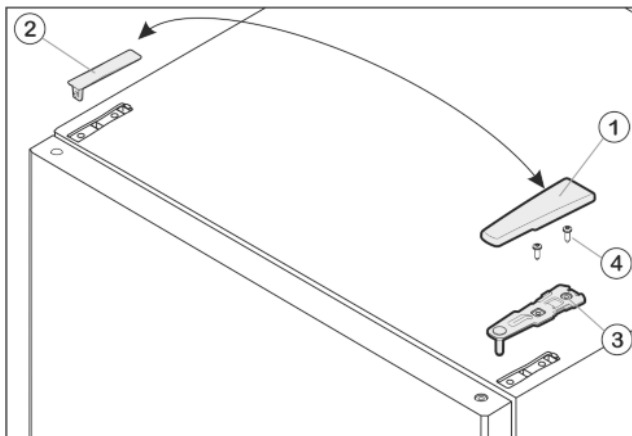

Fig. 8
- ▶ Estrarre la copertura Fig. 8 (1) tirandola in avanti e verso l'alto.
- ▶ Staccare la copertura Fig. 8 (2).
- ▶ Svitare il blocco di supporto superiore Fig. 8 (3) (2 x Torx® 25) Fig. 8 (4) ed estrarre tirando verso l'alto.
- ▶ Inserire il blocco di supporto superiore Fig. 8 (3) sul nuovo lato della cerniera nella porta.
- ▶ Serrare il blocco di supporto superiore **fermamente a 4 Nm** (2 x Torx® 25) Fig. 8 (4). Eventualmente praticare fori a vite o utilizzare un avvitatore a batteria.
- ▶ Innestare la copertura Fig. 8 (1) e la copertura Fig. 8 (2) rispettivamente sul lato opposto dall'esterno e innestare in posizione.